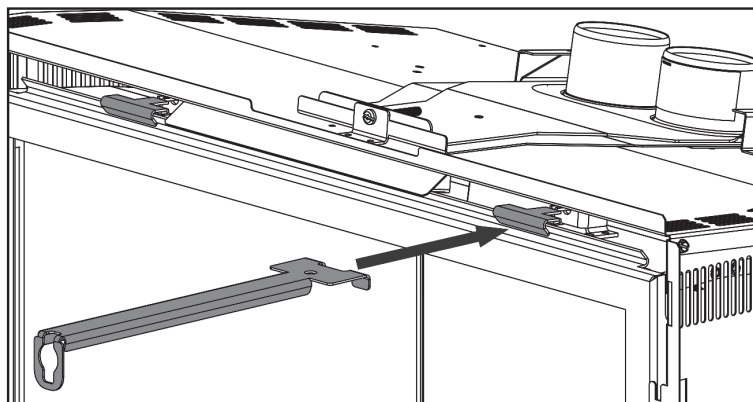

Fig. 3-3
2. En utilisant l'outil fourni, tirez le loquet en avant et vers le haut, puis hors de l'entaille dans la porte (**Fig. 3-3**). Assurez-vous de garder une main sur la porte en tout temps pour l'empêcher de tomber sur le plancher.